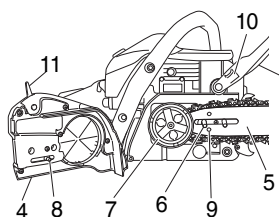

Fig. 4
6. Installez le capot latéral (4) sur les boulons (6). Assurez-vous que le moyeu du boulon de réglage de tension de chaîne (8) s'adapte correctement dans le trou dans le trou (9) du guide de chaîne. (Fig. 4)